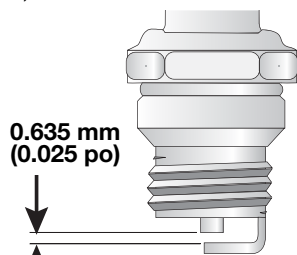

Fig. 31
4. Remplacez toute bougie fendillée, encrassée ou sale. Réglez l'écartement à 0,635 mm (0,025 po) à l'aide d'une jauge d'épaisseur (Fig. 31).